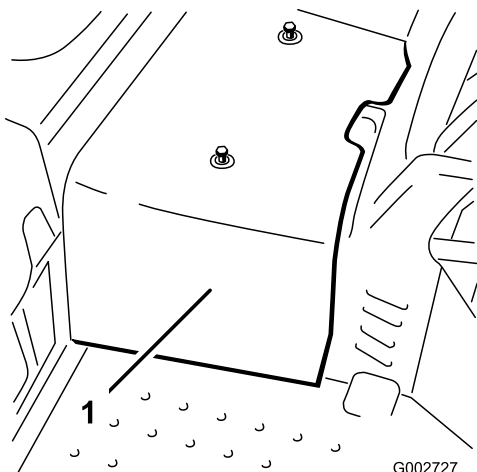

Figura 35
2. Allentate le 2 viti che fissano la protezione centrale alla macchina, e togliete la protezione (Figura 35).